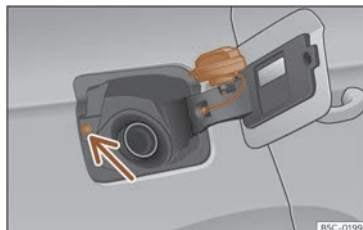

Fig. 199 Tapa do depósito co tapón encaixado.
- Colóqueo no espazo que hai na bisagra da tapa aberta >>> **fig. 199**.
Evite tocar o botón de bloqueo da tapa de combustible >>> **fig. 199** (frecha). O sistema entenderá que rematou e non poderá seguir recargando. Prema a tecla  da porta do condutor para continuar.